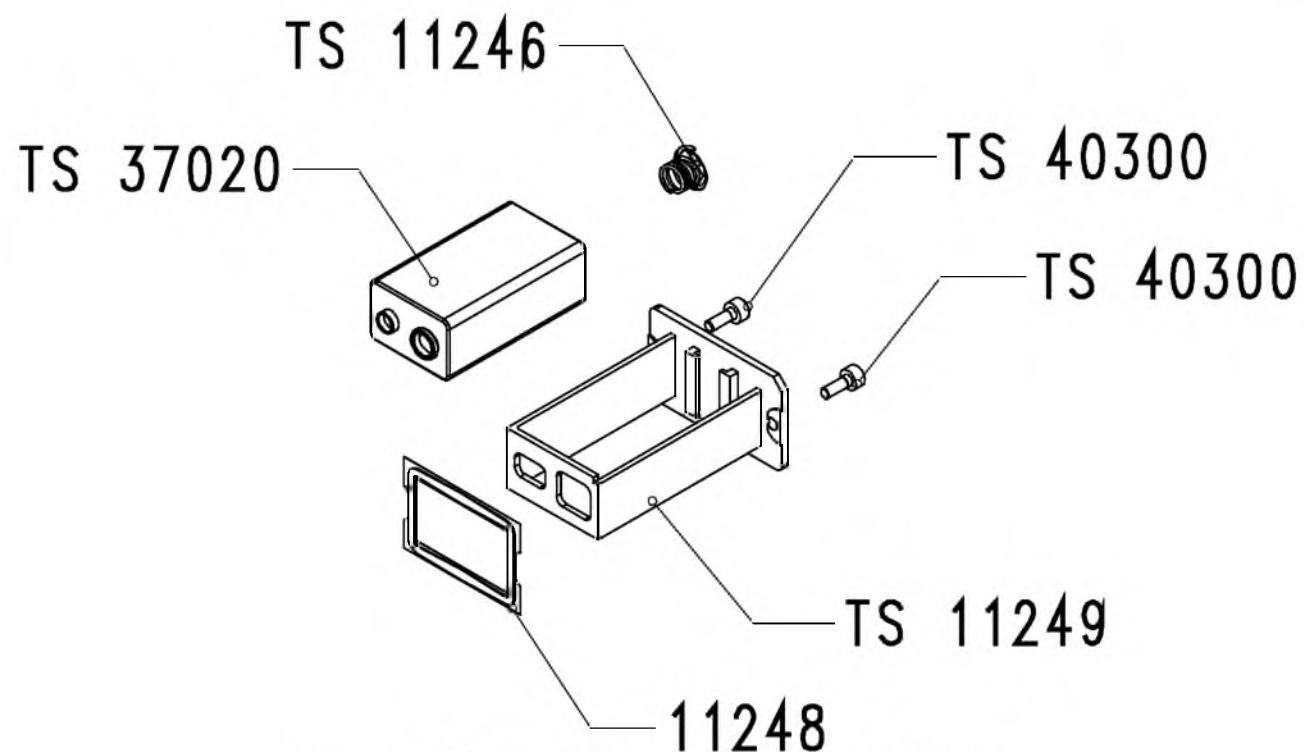

Рисунок 11-4: Пенал батареи в сборе TS 10189, запчасти
- Рисунок 11-4: пенал батареи в сборе TS 10189, запчасти